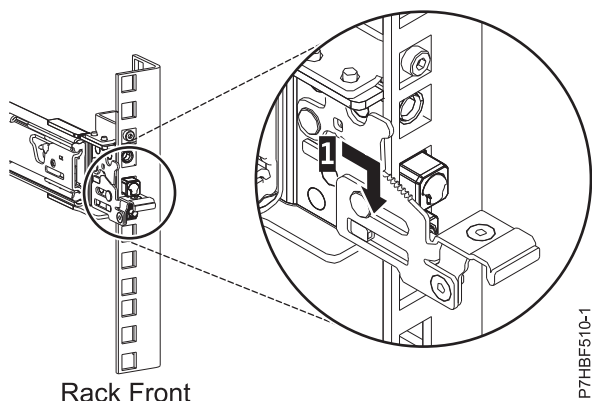

Figura 5. Patillas ubicadas en el riel frontal del bastidor
6. Tire del riel deslizante hacia adelante e inserte tres patillas de la parte frontal del riel en los orificios dentro de la unidad EIA seleccionada que se marcaron anteriormente. Baje el riel deslizante (1) para aplicarle el mecanismo de enganche de la patilla central. Para obtener detalles, consulte la Figura 5.